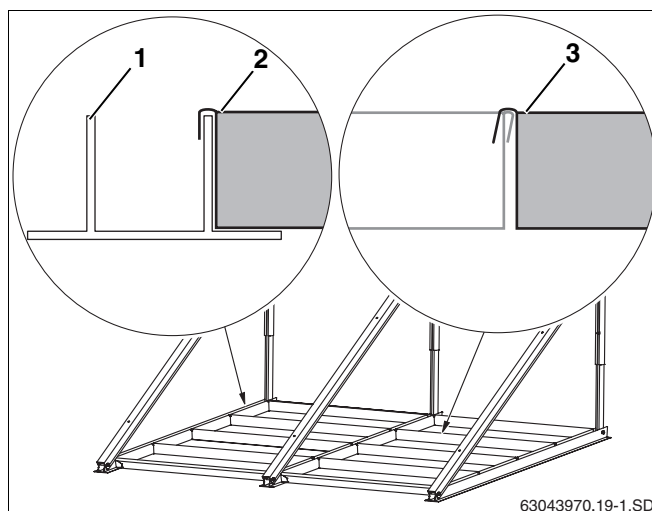

Fig. 27 4 pannelli di appesantimento per ogni collettore
- Inserire i le vasche di appesantimento (fig. 27, **pos. 2**) nei profili inferiori (fig. 27, **pos. 1**) e gli uni negli altri (fig. 27, **pos. 3**).